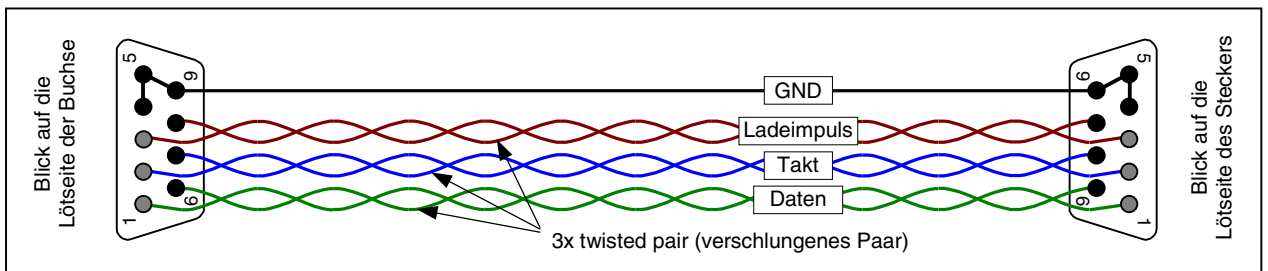

Abbildung 17: Darstellung des Verbindungskabels zwischen 2 PCKom-Steckkarten
Es sind so viele Kabel erforderlich, wie PC's (max. 8) vorhanden sind. Jedes Kabel besteht aus einer Masseleitung und drei Litzenpaaren. Die beiden Litzen jedes Paares werden miteinander verdreht (vgl. Abbildung 17). Mit den Kabeln werden die PCKom-Steckkarten der PCs ringförmig miteinander verbunden. Die Länge eines Kabels darf 30 Meter betragen. Es erhält auf der einen Seite einen 9-poligen SUB-D-Stecker, auf der anderen eine 9-polige SUB-D-Buchse. Die Pinbelegung ist wie folgt:
- Verbinden Sie die einzelnen PCKom-Steckkarten aller Teilanlagen ringförmig mit den PCKom-Kabeln gemäß Abbildung 17.